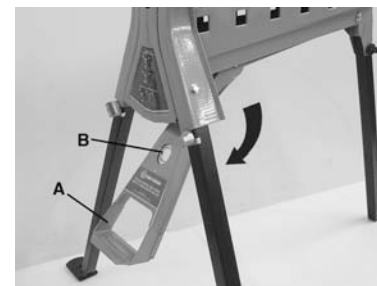

FIGURE 4
- 6) Abaissez la pédale de pied (A) Fig.4 et tirez-la vers l'avant du poste de travail jusqu'à ce qu'elle s'enclenche.
- 2) Pour libérer et replier la pédale de pied (A) Fig.4, appuyez simplement sur la relâche de la pédale de pied (B).